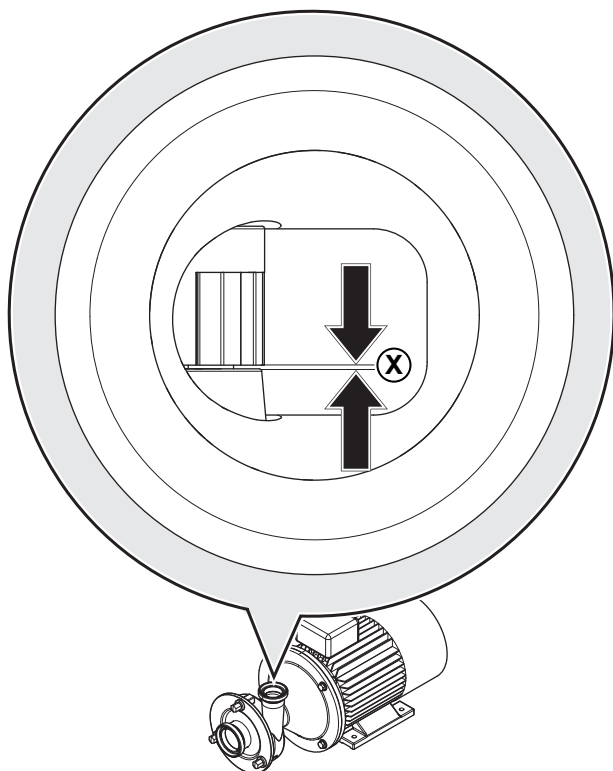

Fig. 28 Medir a folga roda impulsora-tampa da bomba
2. Meça a folga dentro da união da tubagem (tubagem de pressão). Para isso, consulte o Fig. 28 „Medir a folga roda impulsora-tampa da bomba“.